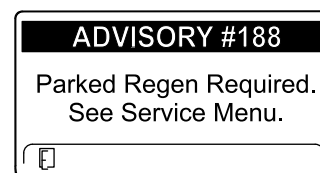

Figura 19
- Parked regeneration required (Es necesaria una regeneración con la máquina aparcada) ADVISORY #188 (Aviso n.º 188) (Figura 19)